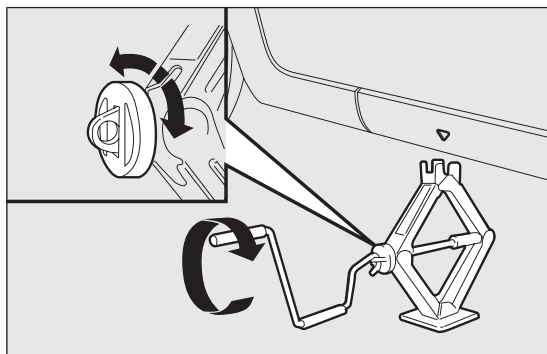
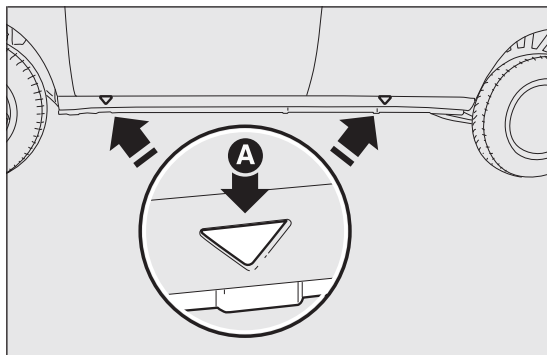

fig. 129
fig. 130
- ☐ azionare il cric, in modo da aprirlo parzialmente fig. 129, quindi posizionarlo sotto il veicolo in corrispondenza dei riferimenti A fig. 130 vicino alla ruota da sostituire;